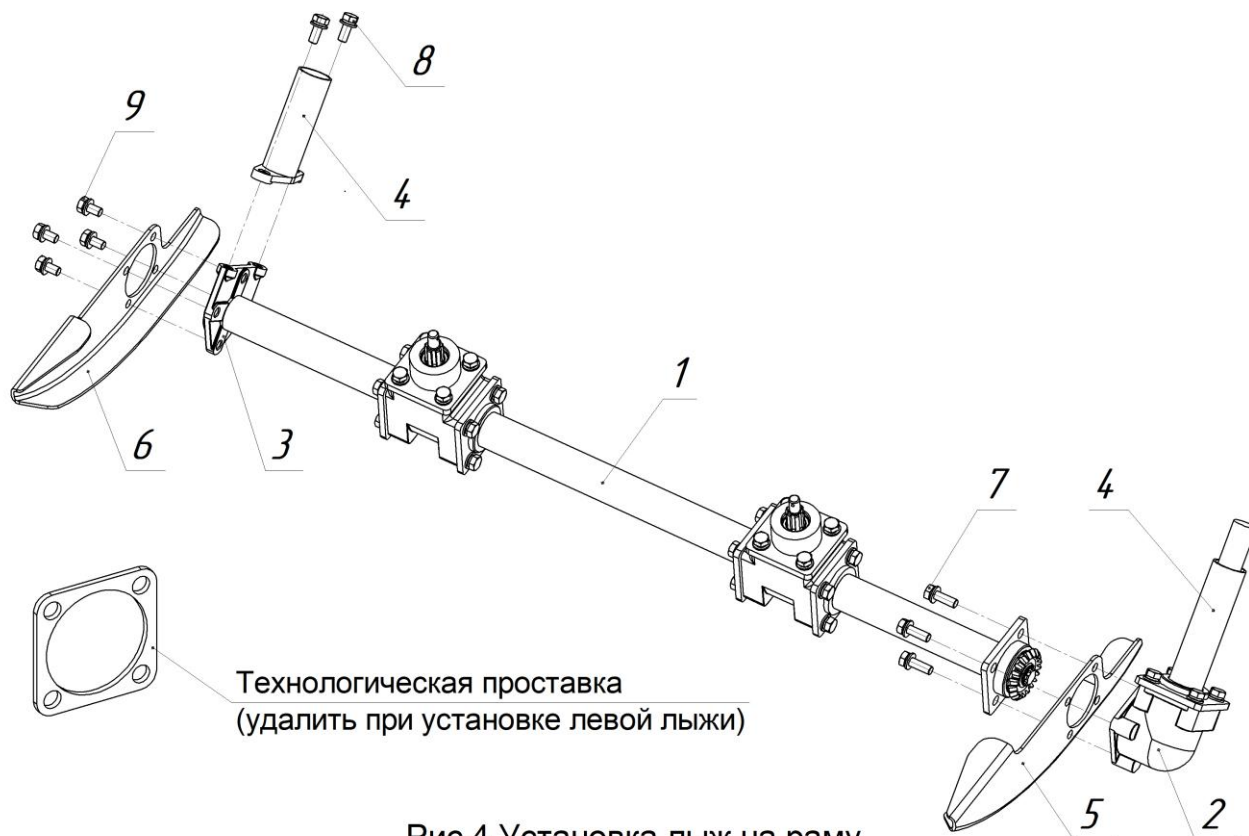

Рис.4 Установка лыж на раму
Установите левую лыжу (5) (см. Рис.4) в разъёме между валом привода режущих дисков (1) и нижнего углового редуктора (2). Для этого сначала от-
Установите правую лыжу (6) (см. Рис.4) на фланец (3) с помощью четырёх болтов с шайбами М8х16 (9).